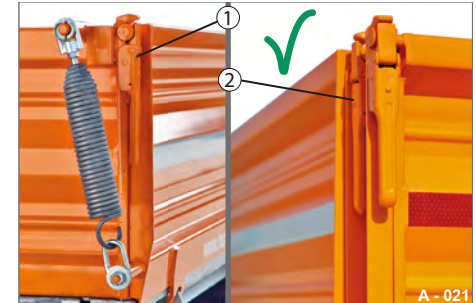

Abb. 23 Bordwand gesichert
- ▶ Schließen Sie die Verschlüsse (Abb. 23/ 1 & Abb. 23/2) nacheinander. Halten Sie die Bordwand fest.